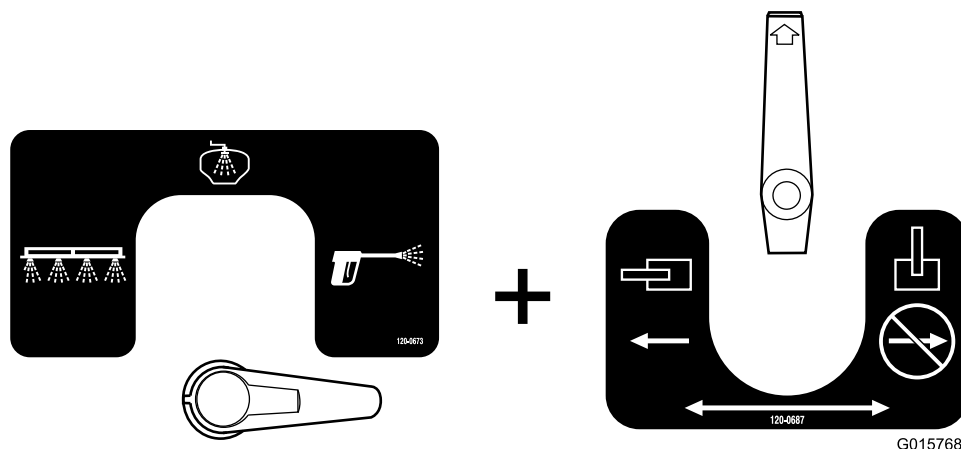

Figura 35
- Ésta es la configuración que corresponde a la pistola de fumigación (Figura 35). Utilice esta configuración para pulverizar el agua de enjuague por la pistola de fumigación manual.